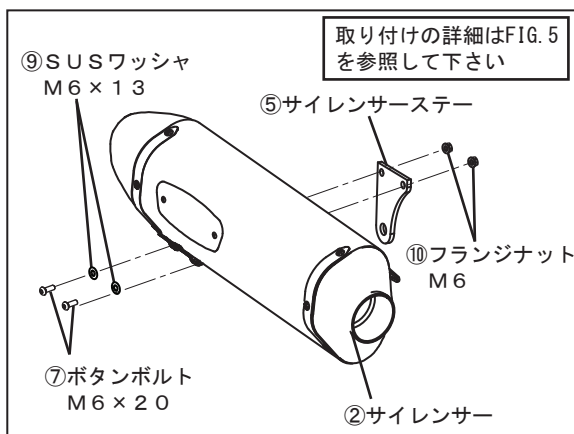

FIG. 4
5. ②サイレンサーに⑤サイレンサーステーを⑦ボタンボルトM6×20、⑨SUSワッシャM6×13、⑩フランジナットM6を使用して仮締めして下さい。(FIG. 4, 5 参照)